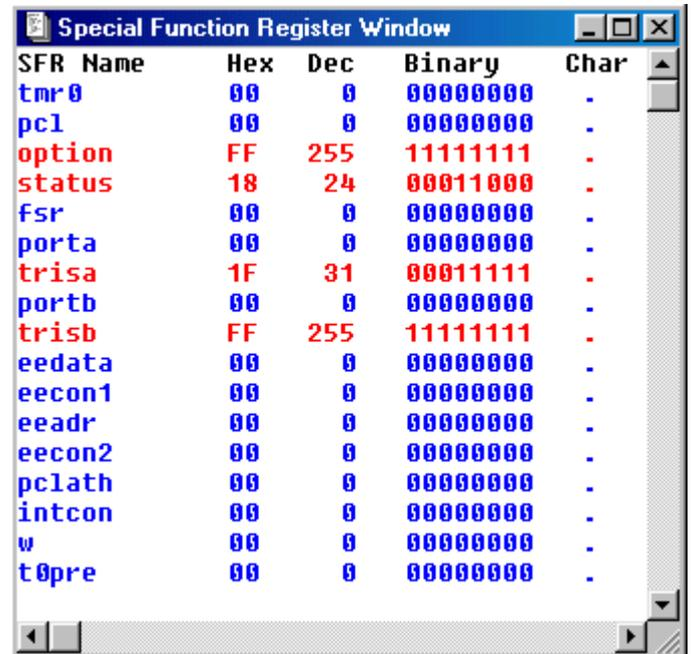

Figura 31.- Ventana de los registros especiales (SFRs).
1.7.- Special Function Registers (SFRs): El contenido de los registros de funciones especiales (FSR) pueden verse seleccionando *Window>Special Function Registers*. El formato proporcionado por esta ventana es más útil para analizar el estado de los FSRs en cada momento, además como puede verse en la Figura 31 se muestra cada uno de los registros